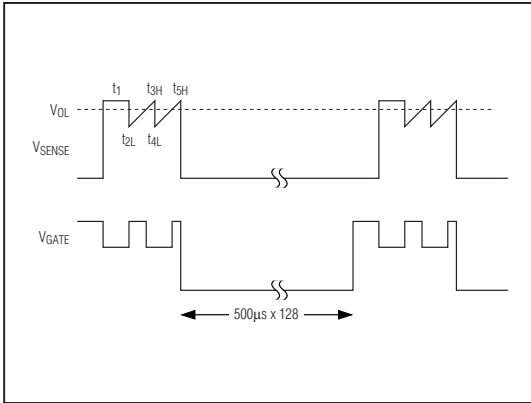

图14、MAX5921A过流故障实例
MAX5921/MAX5939带有一个过流故障积分器。当检测到过流情况时，内部数字计数器的数值递增。对于限流状态持续时间最大值为 $500\mu\text{s}$ 的器件，数字计数器的时钟周期是 $32\mu\text{s}$ ；对于限流状态持续时间最大值为 2ms 的器件，时钟周期是 $128\mu\text{s}$ 。不足 $32\mu\text{s}$ 的过流被认为是 $32\mu\text{s}$ 过流。当MAX5921/MAX5939A的计数值达到 $500\mu\text{s}$ 时（最大限流状态持续时间），被认为是产生了过流故障。如果过流故障持续时间不到 $500\mu\text{s}$ ，则计数器开始以低于递增速率128倍的速度（最大限流占空比）递减。如果过流状态的占空比大于最大限流占空比（参见图14），则重复出现的过流状态将导致一次故障报警。
- 如果利用图 14 所示的光耦，则确定 LED 串联电阻为：